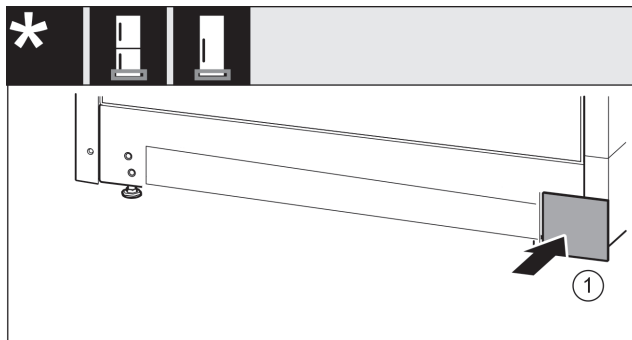

Fig. 20
- ▶ Tegye vissza a fedelet Fig. 20 (1) a másik oldalra.